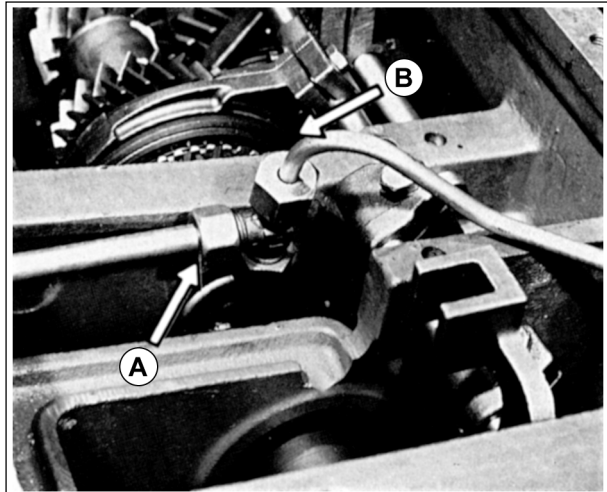

Bild 2
- Die Schmierleitungen der Wellen durch Abschrauben der Anschlüsse (A) und (B) entfernen (Bild 2).